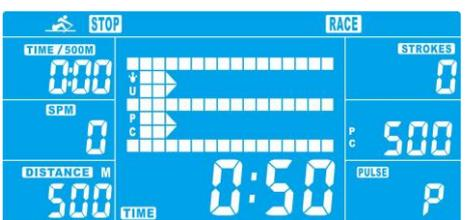

Figure14
7.4 Quand une fonction atteint la valeur cible, le système s'arrête. L'ordinateur ou l'utilisateur affichera la valeur finale (figure 14). Le système émettre un bi-bi-bi d'alarme. Appuyer sur n'importe quelle touche pour arrêter l'alarme.